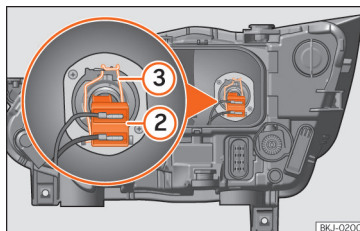

Abb. 56 Im Motorraum: Glühlampe Abblendlicht.
- Ziehen Sie den Stecker von der Lampe »» **Abb. 56 ②** ab.
- Nehmen Sie die Haltefeder »» **Abb. 56 ③** durch Eindrücken und Rechtsdrehung ab.